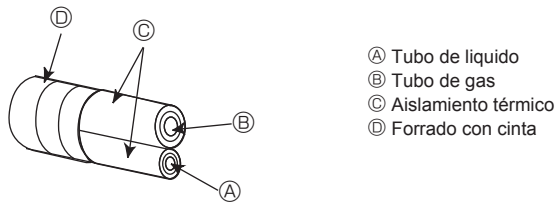
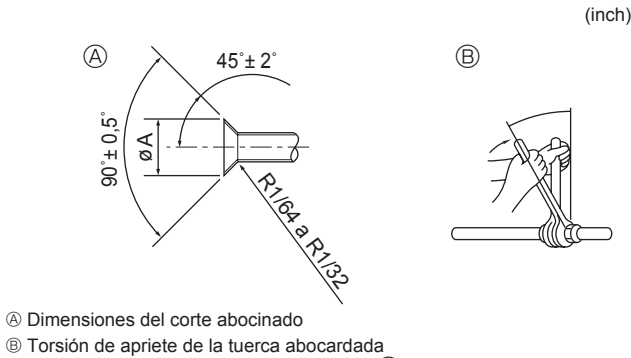

Fig. 4-1
Fig. 4-2
A (Fig. 4-1)
B (Fig. 4-1)
4.2. Connecting pipes (Fig. 4-1, Fig. 4-2)
Si se utilizan tubos de cobre convencionales, aisle los tubos de gas y líquido separadamente con materiales aislantes (resistentes al calor hasta 100 °C, 212 °F o más, espesor de 12 mm, 1/2 inch o más). (Fig. 4-1)
[Fig. 4-2]